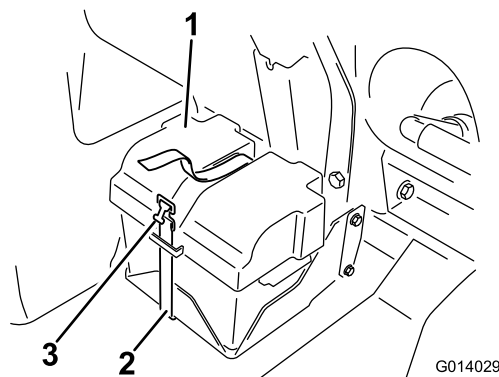

Figura 16
3. Staccate il coperchio della batteria (Figura 16) e scollegate il cavo negativo della batteria.
- Usate la cinghia per fissare il coperchio alla cassetta della batteria (Figura 16).